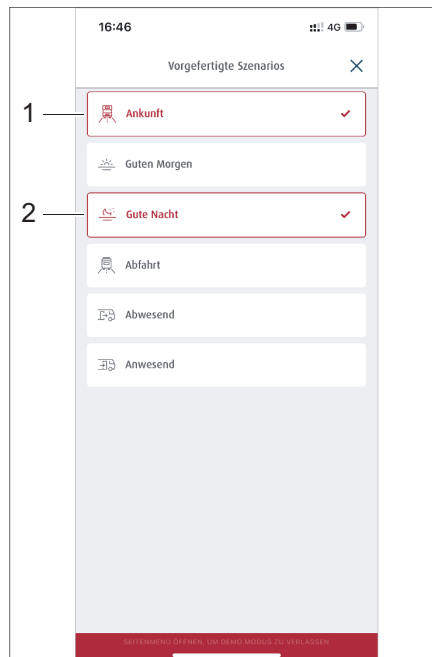

Bild 283 Auswahl vorgefertigter Szenarios
- Auf die Schaltfläche der gewünschten Szenarios tippen, z. B. *Ankunft* (Bild 283,1) und *Gute Nacht* (Bild 283,2).